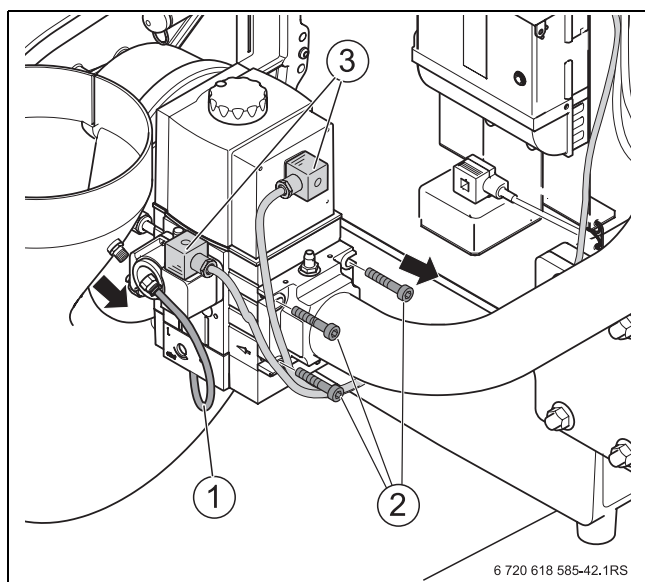

Рис. 56 Отсоединение подключений газовой арматуры
- ▶ Разъедините электрические соединения на газовой арматуре и вентиляторе (→ рис. 56, стр. 51).